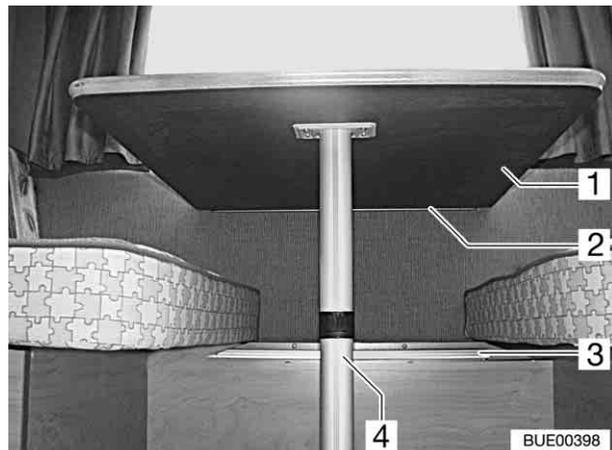

Bild 56 Hängetisch
- Tischplatte (Bild 56,1) ca. 45° anheben.
- Unteres Fußteil (Bild 56,4) nach unten ziehen und um 90° umklappen.
- Tisch aus der Halteleiste (Bild 56,2) nehmen.
- Tisch in die untere Halteleiste (Bild 56,3) einhängen.